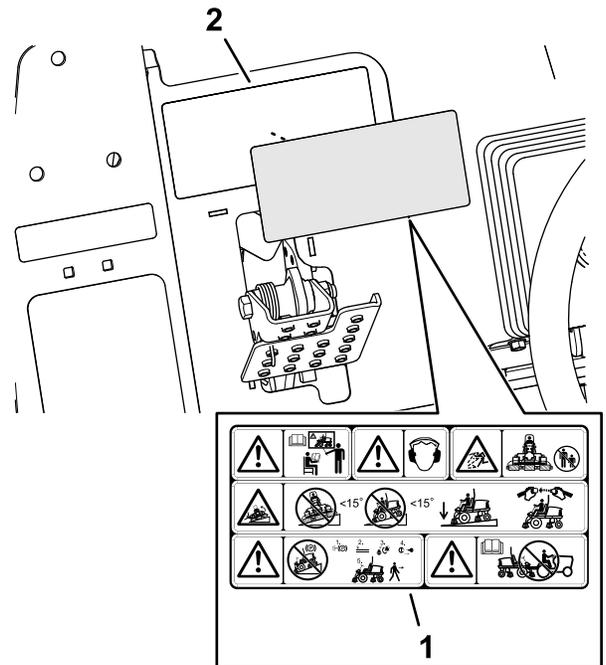

图 39
1. 使用外用酒精和干净的抹布清洁警告标贴 133-2930 的表面并让标贴晾干图 39。